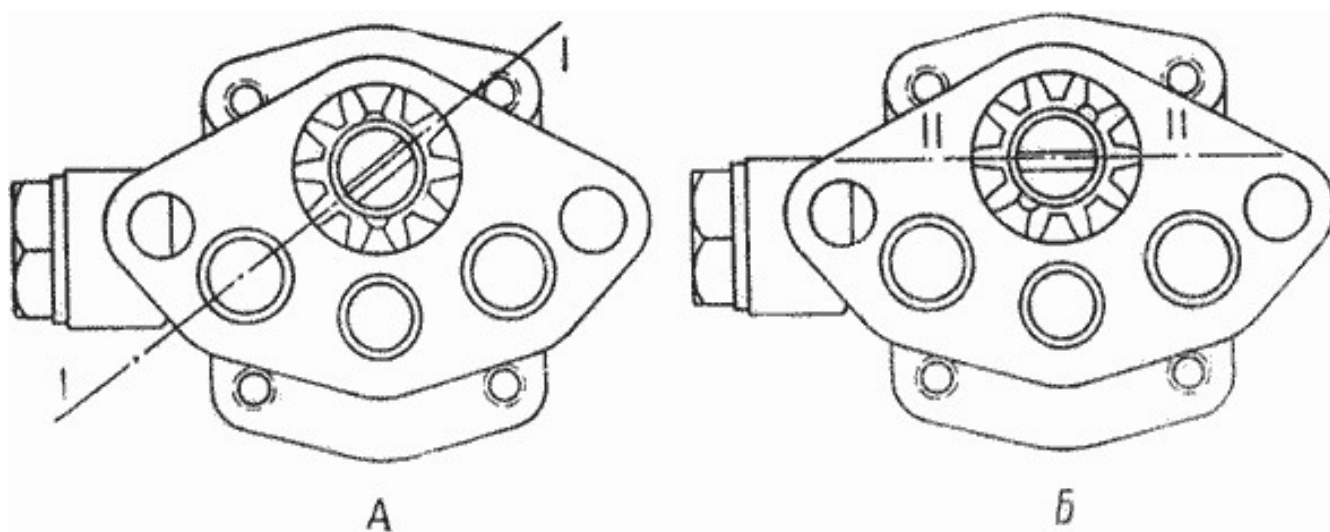

Рис. 24. Установка валика масляного насоса (вид на валик сверху)
2) повернуть валик масляного насоса таким образом , чтобы прорезь на его торце , в которую входит шип хвостовика распределителя , была расположена наклонно так , как это показано на рис. 24 А ;
3) в этом положении , не поворачивая корпус , осторожно вставить насос в блок , наблюдая за тем , чтобы винтовая шестерня его не задевала за стенки отверстия блока и от этого не поворачивалась . Когда винтовая шестерня насоса войдет в зацепление с винтовой шестерней распределительного вала и повернется , то прорезь валика займет горизонтальное положение , показанное на рис. 24 Б .